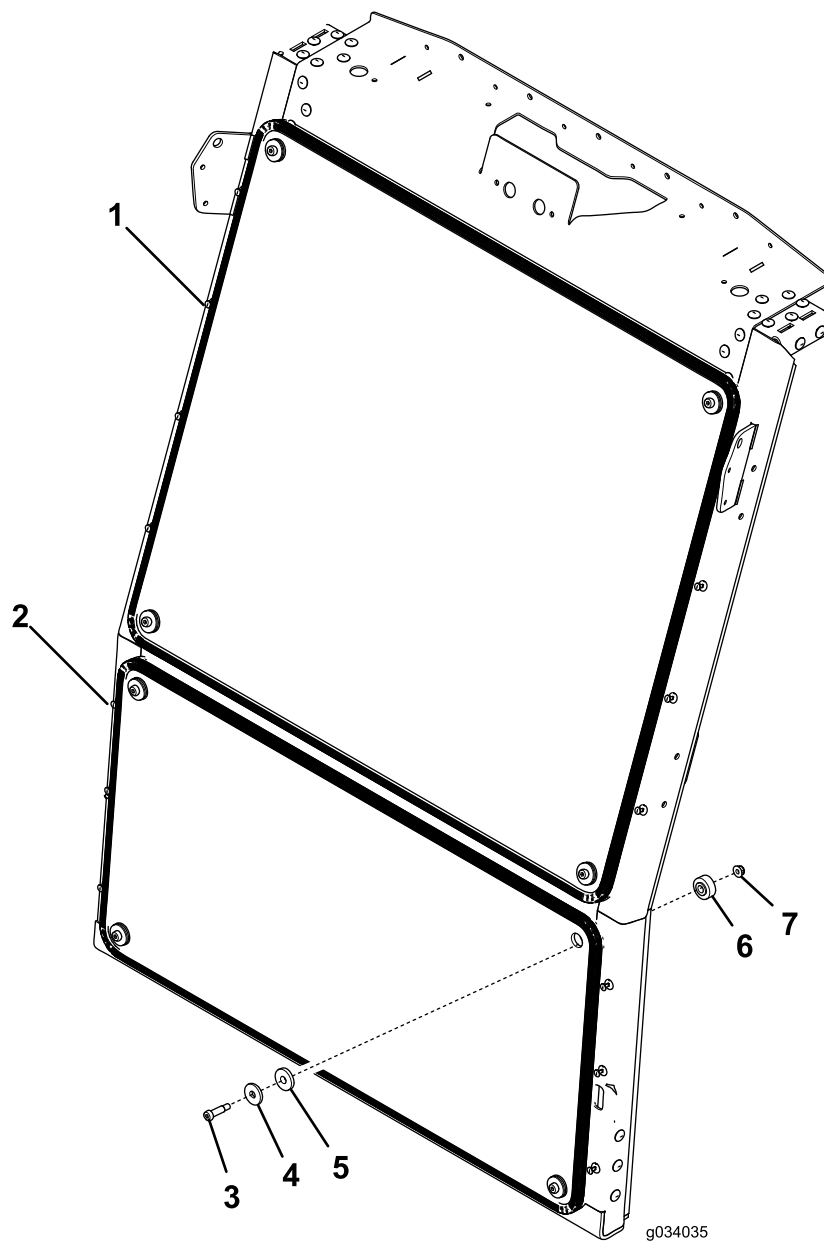

図 1
- 金具類を 図 1 のように使って、下部ウインドシールドをフレームに固定する。
- 上部ウインドシールドを取り付け穴に合わせる 図 1。